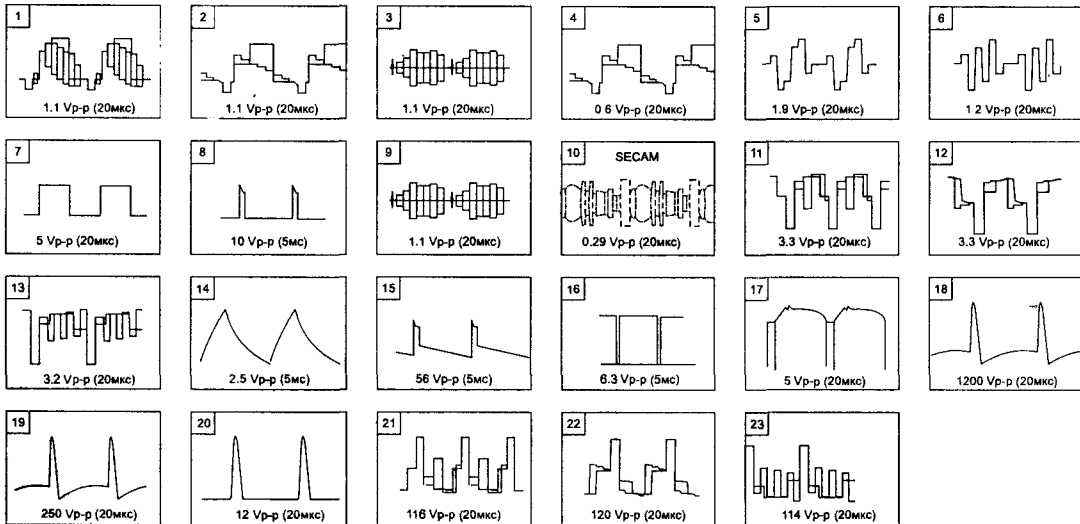

Рис. 4.24. Осциллограммы сигналов в контрольных точках схемы
- ♦ Если сигнал H OUT на выв. 6 IC601 (рис. 4.24, осц. 7) отсутствует, проверяют элементы: X501 (500 кГц), C504, C505. Если они исправны, отключают выв. 6 IC601 от схемы. Если сигнал H OUT на выв. 6 после этого не появится — заменяют IC601, если сигнал появится — определяют источник короткого замыкания в цепи сигнала H OUT и устраняют дефект.
- ♦ Если сигнал на коллекторе Q552 (рис. 4.24, осц. 18) отсутствует, проверяют элементы Q551, T551, R557, Q552, обмотку 9-10 T552, C555—C558. Если сигнал есть и соответствует осц. 18 (рис. 4.24), проверяют вторичные цепи ТДКС T552, т.е. наличие напряжений Унак, Уфок, Ууск, Увыс, 200 В. Если одно из напряжений отсутствует — определяют причину и устраняют неисправность.
- ◆ Проверяют наличие сигнала V. DRIVE на выв. 64 IC601 (рис. 4.24, осц. 8) и его прохождения по цепи: конт. 4 A3/D3 → конт. 3 D9/X3 → выв. 13 IC701 → выв. 8 IC701 → выв. 4 IC452. Если на выв. 4 IC452 (рис. 4.24, осц. 14) сигнал есть, а на выв. 2 отсутствует (рис. 4.24, осц. 16), проверяют на обрыв кадровую ОС, элементы C454, R454, R462. Если они исправны — заменяют IC451.